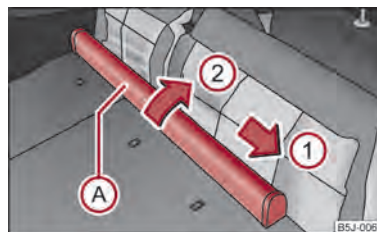

Fig. 55 Scaunele din spate: Carcasei peretelui despărțitor de plasă
- Împingeți carcasa peretelui despărțitor (A) ⇒ fig. 55 în sensul săgeții (1) și scoateți-o din locașul din spătarul scaunului din dreapta în sensul săgeții (2).